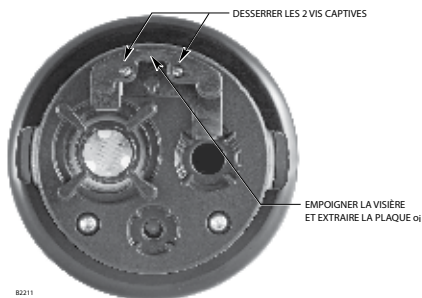

Figure 18— Extraction de la Plaque **oi**
2. Retirer les 2 vis captives puis empoigner la plaque **oi** par le viseur et la retirer du détecteur. Voir Figure 18.
Le détecteur a un cône de vision de 90° (horizontal) avec la sensibilité la plus élevée le long de son axe central. Voir Figure 18.